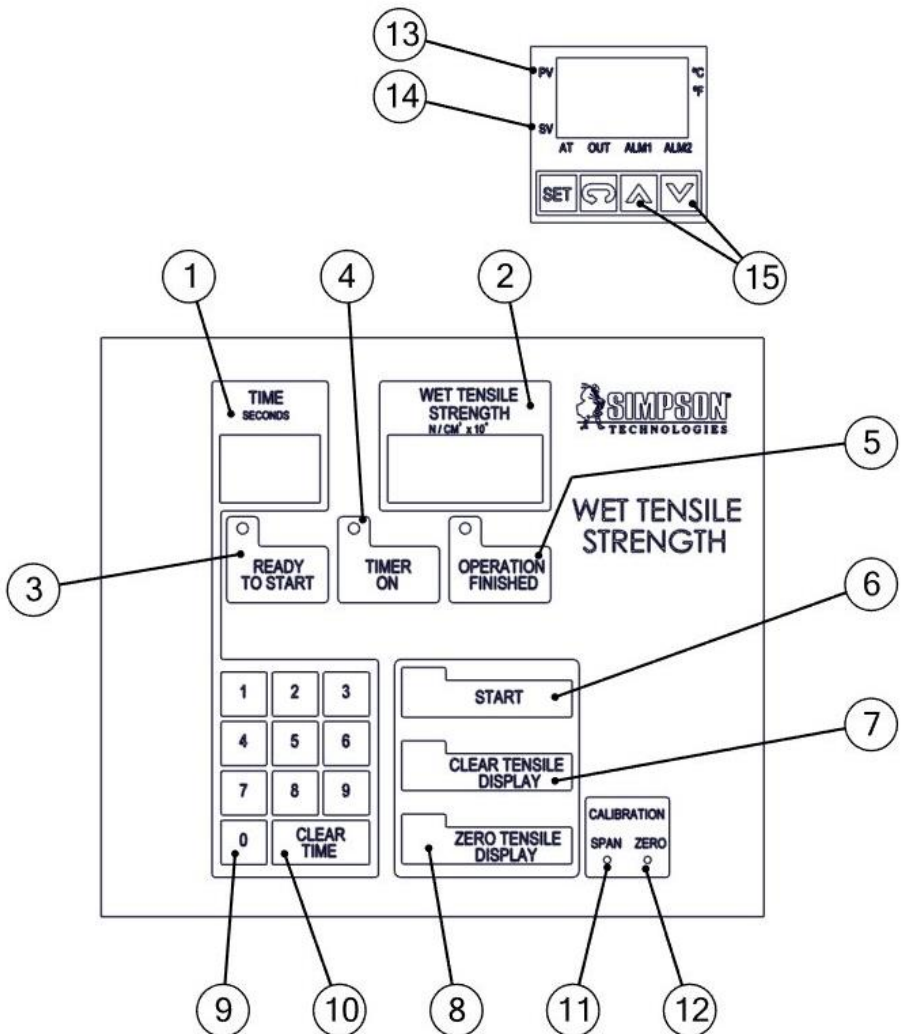

Bild 1
5. Tryck på startknappen (del 6, bild 1). Bordet och injusteringsröret höjs och får kontakt med värmeplattan. Bordet stannar i detta läge under programmets uppvärmningstid. Därefter sänks bordet långsamt och flänsen på injusteringsröret får kontakt med stödstiften på mätgaffeln.